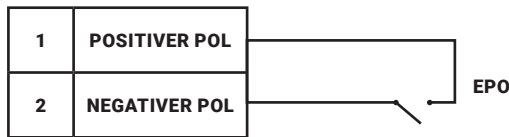

Abb. 23 EPO-Anschluss
**HINWEIS** Lassen Sie den EPO-Anschluss installiert, auch wenn diese Funktion nicht benötigt wird. Abb. 19, 20 auf Seite 36 für EPA-Standorte. Abb. 23 zeigt das Kontakt diagramm für den EPO-Stecker.